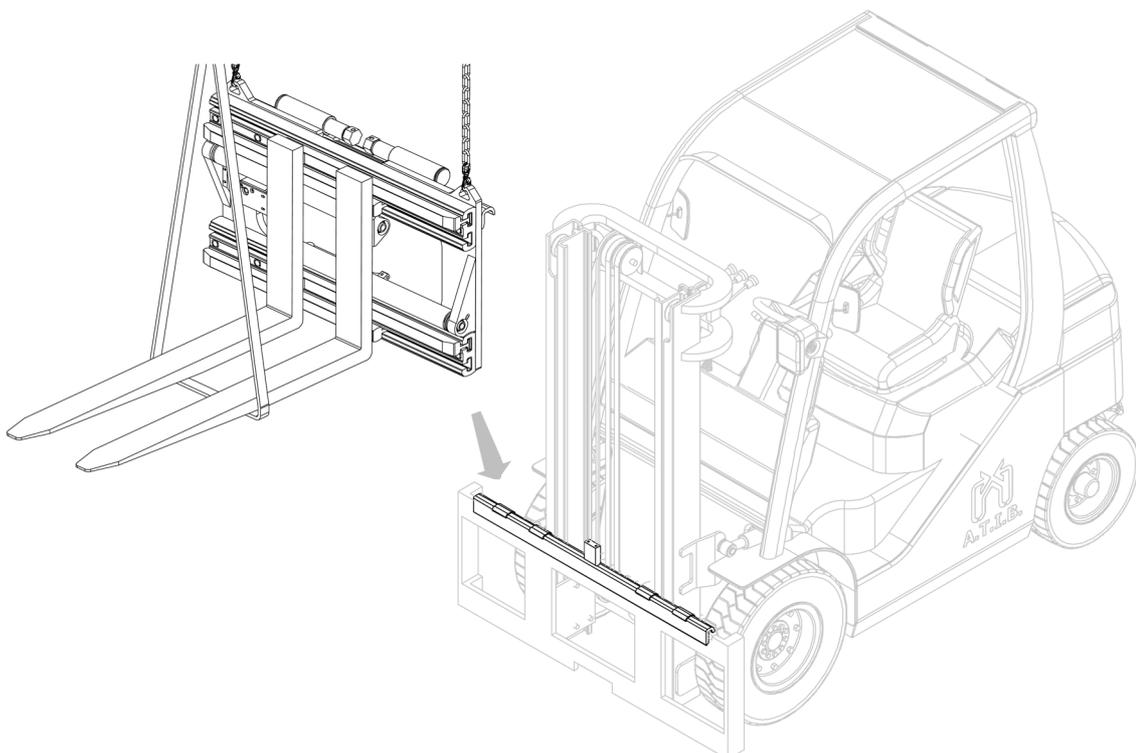

Figure 7
7. Accrocher ensuite l'équipement avec un pont roulant ou un palan d'une portée suffisante pour le positionner sur le double crochet, en prenant soin de le positionner correctement (voir *Figure 7*).